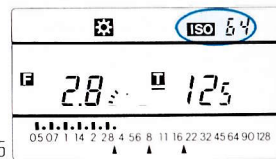

図35
③ISOキーを押したままメモリーOFFキーを押すとメモリーされているISOは解除されますが表示されているISOは残ります。(図35)